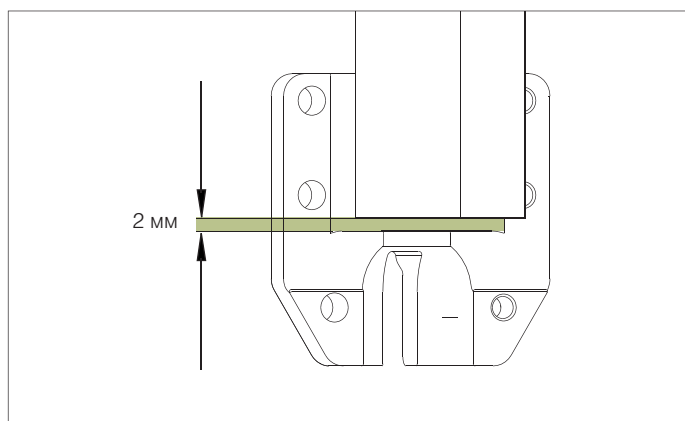

Рис. 54. Проверка перемещения вала в осевом направлении не более чем на 2 мм
10. Проверьте перемещение вала в осевом направлении не более чем на 2 мм (осевой люфт). См. рис. 54. При необходимости, отрегулируйте осевой люфт, передвинув муфты на конце вала.